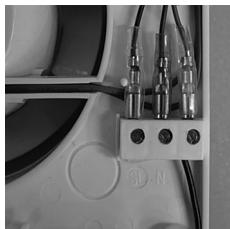

рис.1
- Подключить фазный провод через выключатель на клемму L вентилятора (рис.1).